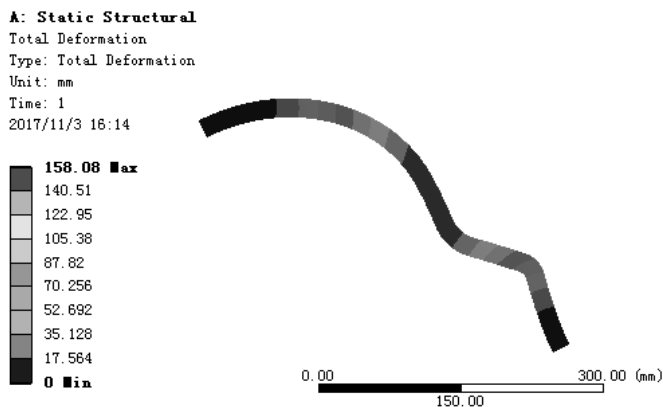

图 7.5.53 位移变形结果图解
(3) 查看位移变形结果图解。在“Outline”窗口中选中  **Total Deformation**，查看图 7.5.53 所示的位移变形结果，其最小位移为 0 mm，最大位移为 158.08 mm。